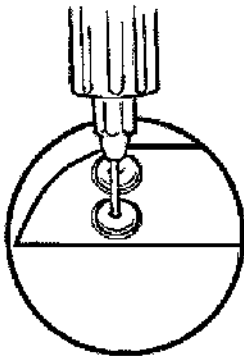

**Figura 2. Llave en el ojal**
- b. Deje la llave en el ojal hasta que el cable quede fijo. Esto permite una vía para dejar salir el aire que queda atrapado al insertar el cable, consulte la Figura 2.